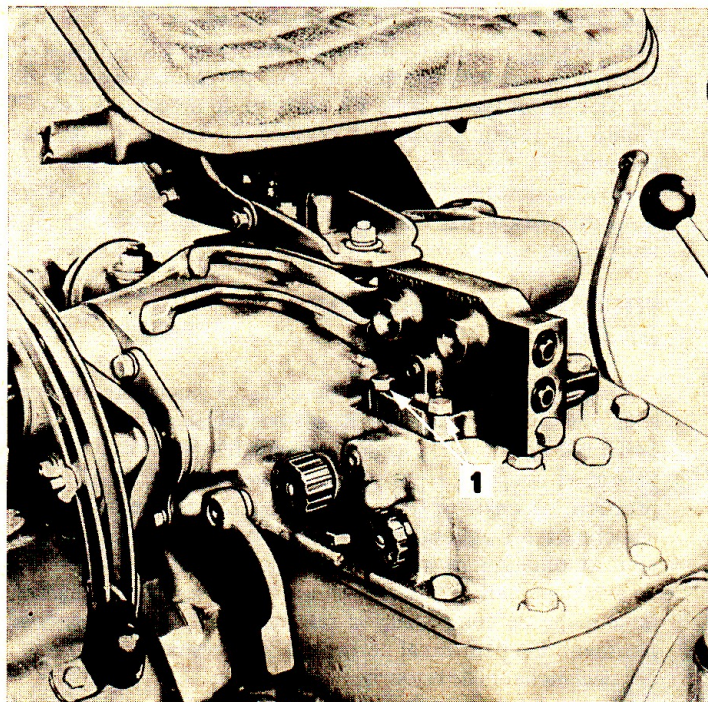

Fig. 4: Boîte de distribution hydraulique fixée sur le couvercle du circuit hydraulique de levage du tracteur
3. Retirer les boulons et les rondelles Grower fixant la boîte de distribution sur le couvercle (voir fig. 4). Ne pas égarer ces pièces, elles seront réutilisées à la repose.